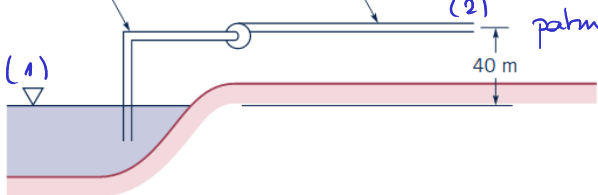

Figure P10.15
10.15 Deux pompes sont placées en série pour alimenter le circuit illustré à la figure P10.15. Les caractéristiques d'une pompe sont décrites sur le graphique de la même figure. Calculez le débit d'eau à 10 °C si les raccords des éléments du circuit sont vissés. De plus, trouvez la puissance totale à fournir aux deux pompes.